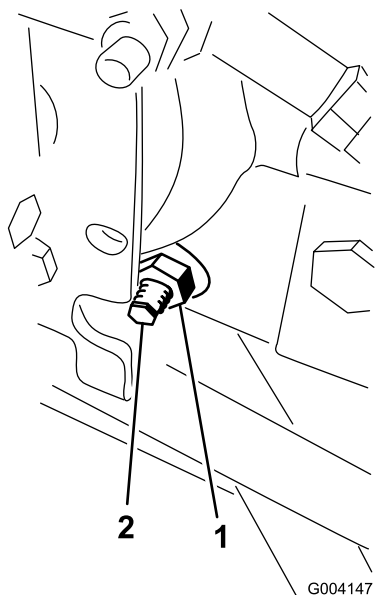

Figura 63
3. No lado direito do hidróstato, solte a porca de bloqueio no excêntrico de ajuste da tração (Figura 63).